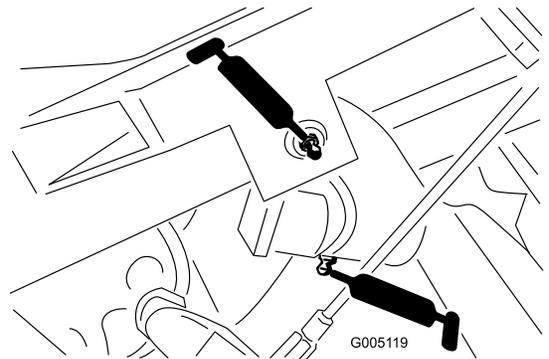

Figure 31
- Pivot de bras de levage (3) et articulation de pivot (3) (Figure 31)